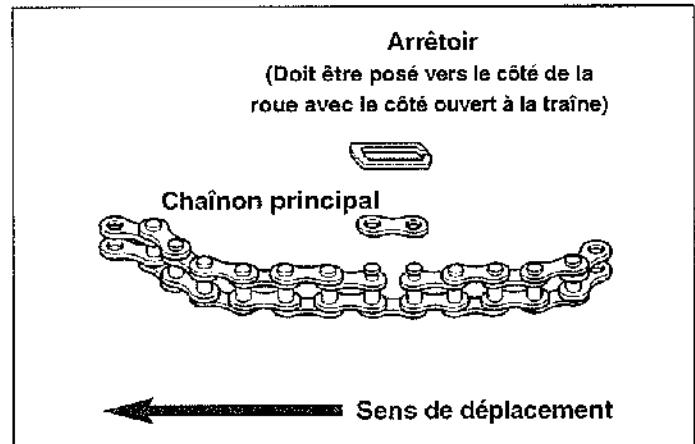

Figure 30. Chaînon principal de la chaîne à rouleaux
6. Installer une chaîne neuve et un arrêteur comme illustré à la Figure 30.